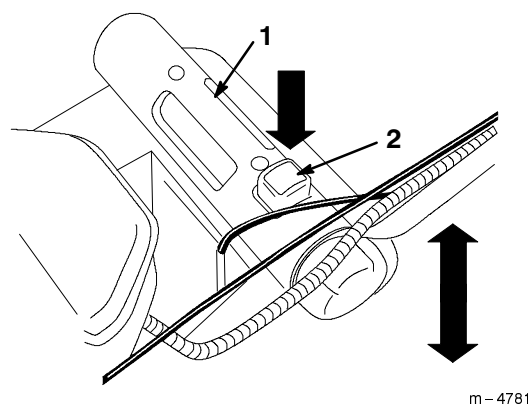

Abbildung 15
4. Den roten Knopf herunterdrücken und den Einstellgriff für die Schnitthöhe halten, um die Schnitthöhe nach oben oder unten zu verstellen (Abb. 15).